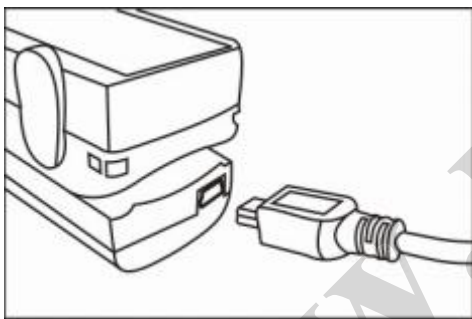

Рис. 18
4.2.1 Подключите к пульсоксиметру USB кабель, входящий в комплект, как это показано на Рис. 18.